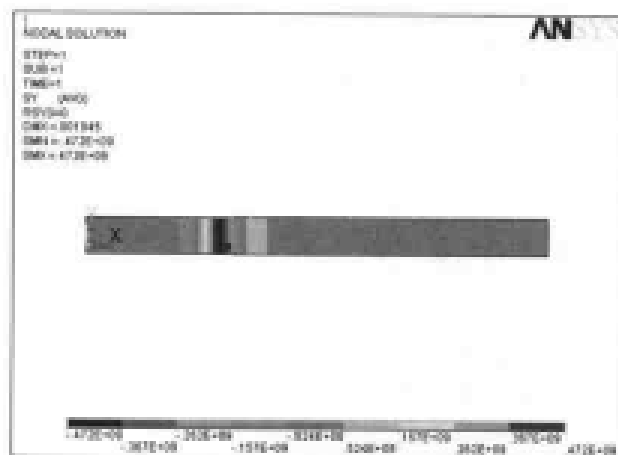

图 13-67 Y 方向应力场分布等值线图
(1) 选择 Main Menu | General Postproc | Read Results | Last Set 命令。
(2) 选择 Main Menu | General Postproc | Plot Result | Contour Plot | Nodal Solu 命令, 出现 Contour Nodal Solution Data 对话框, 选择 Nodal Solution | Stress | Y-Component of stress 选项, 单击 OK 按钮, ANSYS 窗口显示 Y 方向应力场分布等值线图, 如图 13-67 所示。